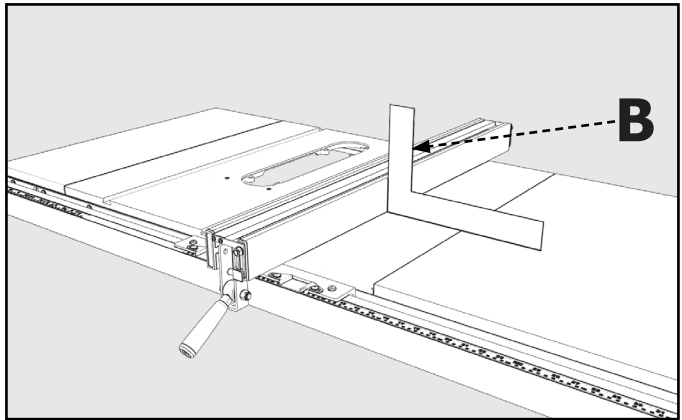

FIGURE 14
2. À l'aide d'un Carré en T (B) placé contre le milieu de la Barrière, vérifiez si la barrière est perpendiculaire à la Table, comme illustré dans la **Figure 14**.